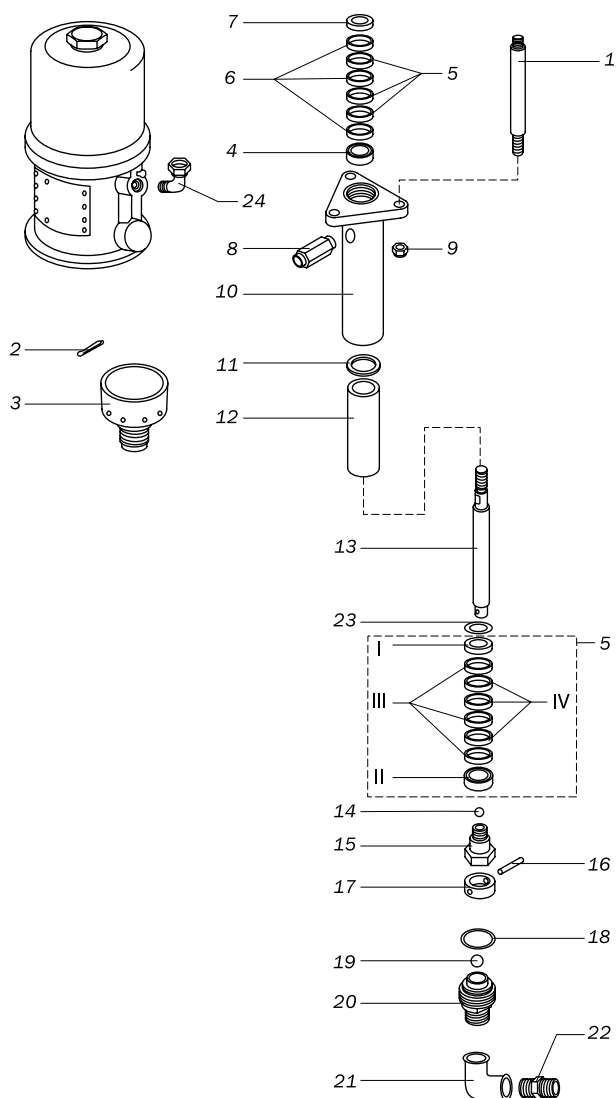

Рис. 9.2.1. Деталировочный чертеж насоса окрасочного аппарата.
1. Отсоединить от отвода 24 (рис. 9.2.1) воздушный рукав.
14. Присоедините воздушный рукав к отводу 24 (рис. 9.2.1).
9.2.1. Детализовочный чертеж насоса окрасочного аппарата (рис. 9.2.1).
2. Ослабить герметизирующую втулку 3 (рис. 9.2.1).